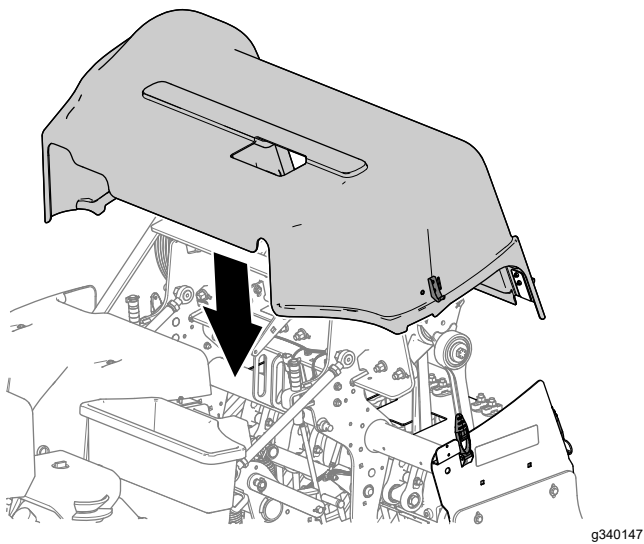

Figura 141
1. Alinee la cubierta del cabezal de perforación con la máquina, tal y como se muestra en la Figura 141.